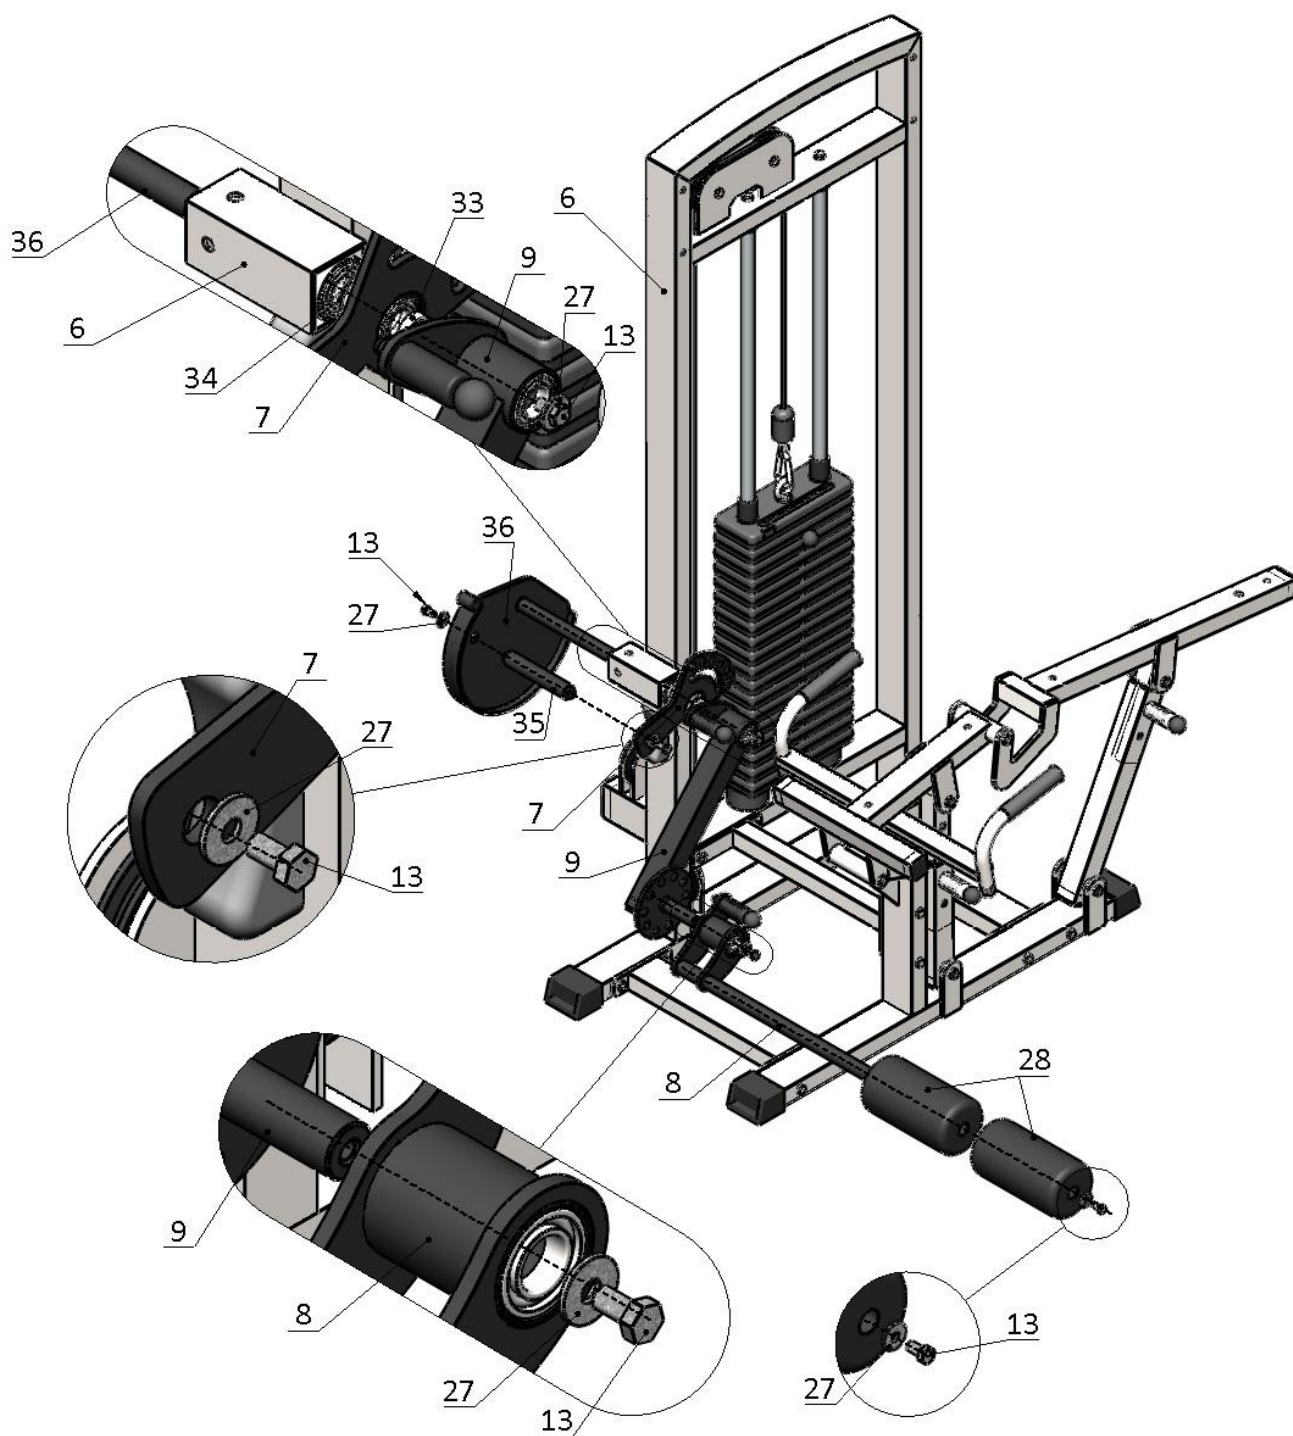

Рис.3
3. Вставьте ось эксцентрика (36) в подшипники в выступе рамы (6), затем наденьте кольцо 2 (34), следом наденьте регулировку положений (7) после наденьте кольцо 10 (33) и наденьте узел подъема ног (9), далее затяните всё комплектом крепежа: болт М10х20 (13), шайба D10 увеличенная (27). Примечание: перед тем как надеть регулировку положений (7) в отверстия на эксцентрике (36) и регулировке (7) вставьте ось (35), с последующим фиксированием ее комплектом крепежа: болт М10х20 (13), шайба D10 увеличенная (27).
На узел подъема ног (9) наденьте узел крепления валиков (8), зафиксируйте его комплектом крепежа: болт М10х20 (13), шайба D10 увеличенная (27). На узел крепления валиков (8) поочередно наденьте валики (28) и зафиксируйте их комплектом крепежа: болт М10х20 (13), шайба D10 увеличенная (27) (рис.3).